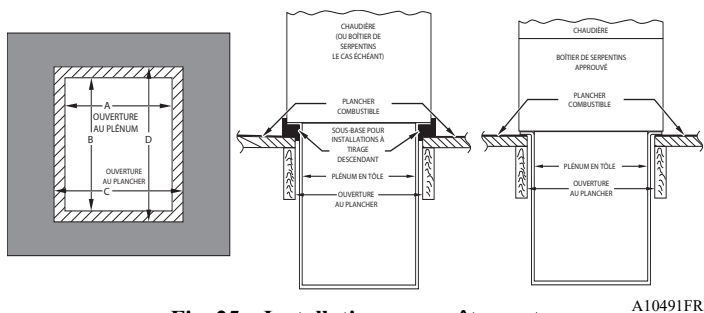

Fig. 25 – Installation sur revêtement de plancher combustible
2. Percez un trou dans le plancher conformément au Tableau 5 et à la Fig. 25.
3. Construisez un plénum selon les dimensions spécifiées au Tableau 5 et à la Fig. 25.
4. Si une sous-base à tirage descendant est utilisée, installez-la tel qu'illustré. Si le serpentin d'évaporateur à boîtier ou le boîtier de serpentin d'évaporateur du fabricant est utilisé, installez-le tel qu'illustré à la Fig. 25.